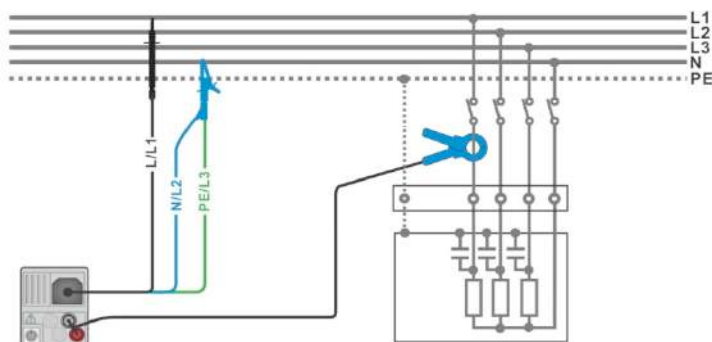

Рисунок 7.62: Измерение гармоник.
- › Подсоедините провода для измерения напряжения и токовые клещи к испытываемому объекту (см. **Рисунок 7.62: Измерение гармоник.**)